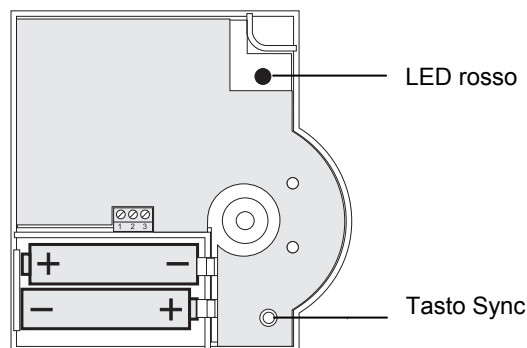

Figura 2: Polarità delle pile e tasto Sync
- ▶ Inserire le pileignon comprese nella fornitura con la corretta polarità (vedere Figura 2). Quando lampeggia il LED rosso sul HCW 82/HCF 82 è necessario sostituire le pile (vedere "Sostituzione delle pile", pagina 18).